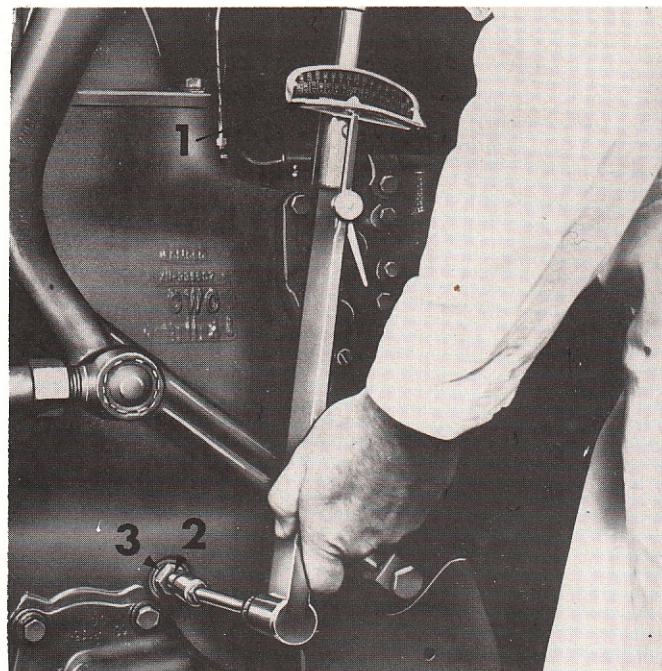

FIGURE 24 : Réglage des ceintures — 1 = Clef dynamométrique, 2 = Vis de réglage, 3 = Contre-écrou.
4. Régler les ceintures 2 et 3. D'après le tableau, sélectionner la vitesse (ceinture libre) correspondant à la ceinture considérée. Serrer la vis de réglage au couple spécifié, puis revenir en arrière du nombre de tours qui convient. Voir Figure 24.